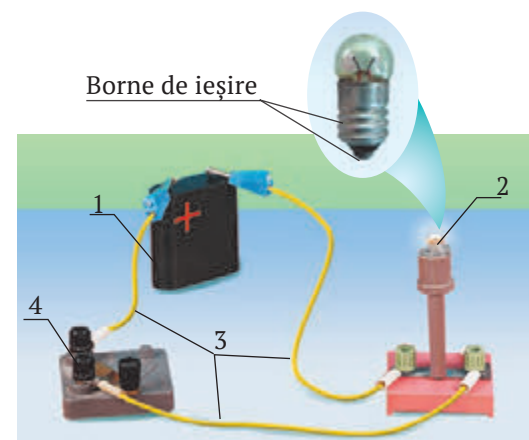
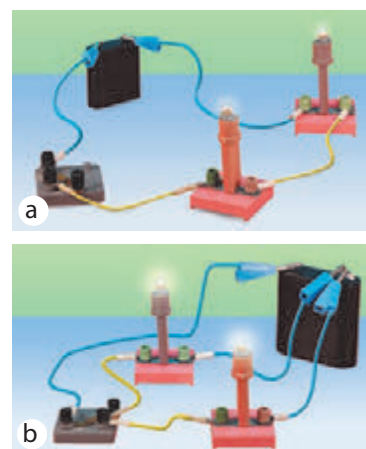

Fig. 26.1. Modelul celui mai simplu dispozitiv electric (lanterna):
Fig. 26.3. Două metode de legare a becurilor în circuitul electric: a - în serie; b - în paralel
Orice dispozitiv electric – telefonul mobil, tableta, notebook-ul, lanterna, aparatul de fotografiat digital, calculatorul și altele – are o anumită garnitură de elemente obligatorii. Pentru a evidenția aceste elemente obligatorii și a înțelege menirea lor să facem modelul celui mai simplu dispozitiv electric – al lanternei de buzunar (fig. 26.1).
În fig. 26.3 sunt reprezentate două circuite electrice elementare, care conțin aceleași elemente. Totodată modul legării unor elemente (becurilor) este diferit. În fig. 26.3, a becurile sunt *legate în serie*, în fig. 26.3, b – *în paralel*.
* În modelul reprezentat în fig. 26.1 lungimea conductoarelor de conexiune este făcută intenționat prea mare. În practică constructorii micșorează la maxim toate elementele «de prisos». Așa, în lanterna de buzunar rolul unuia dintre conductoarele de conexiune deseori îl efectuează carcasa de metal. Al doilea conductor de asemenea lipsește: una din bornele de ieșire a sursei de curent este în contact nemijlocit cu borna de ieșire a becului.
Fig. 26.4. Analogul mecanic al circuitului electric, reprezentat în fig. 26.1. Corespondența componentelor poate fi urmărită după cifrele, cu care ele sunt notate în figuri
În fig. 26.5 sunt date schemele circuitelor electrice, reprezentate în fig. 26.1, 26.3, și este arătată direcția curentului în ele.
Fig. 26.5. Schemele unor circuite electrice: a – schema circuitului electric a conectării becului (vezi fig. 26.1); b – schema legării în serie a două becuri (vezi fig. 26.3, a); c – schema legării în paralel a două becuri (vezi fig. 26.3, b). Prin săgeți este notată direcția curentului în cazul închiderii cheii